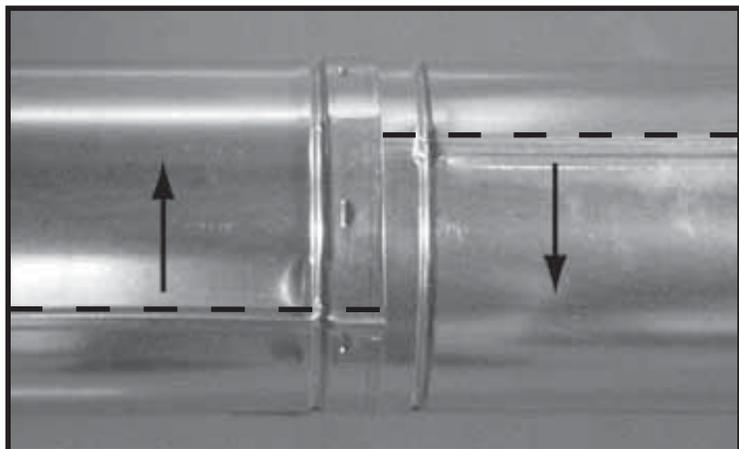

Figure 7.9 Faire pivoter les cordons de soudure pour démonter
- Faites pivoter l'une des sections (figure 7.9), de façon à ce que les cordons de soudure des deux sections de conduit soient alignés, comme à la figure 7.10.